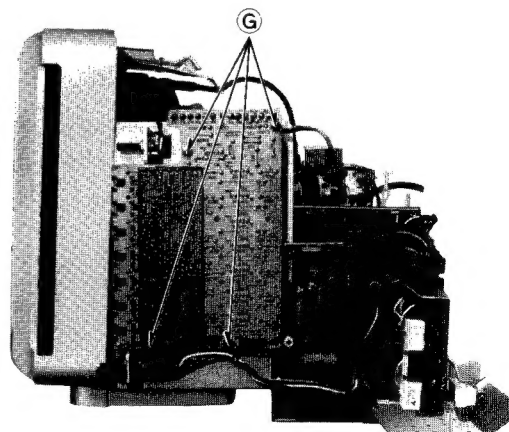

Fig. 8 Abb. 8
1. Remove 4 screws ⑥ as in fig. 8.
1. Vier Schrauben "G" wie in Abb. 8 entfernen.